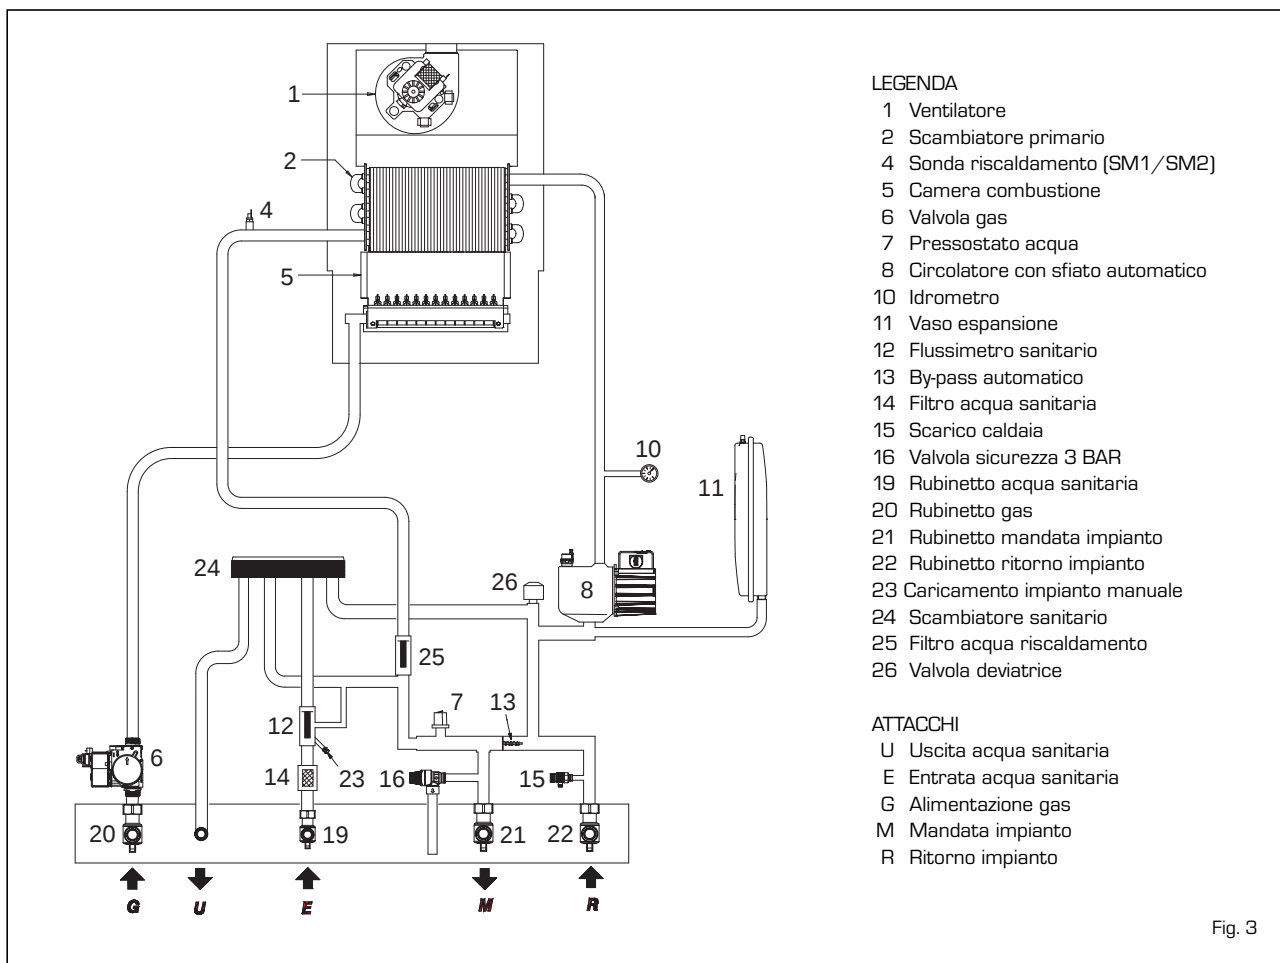

Fig. 3
1.6 SCHEMA FUNZIONALE [fig. 3]